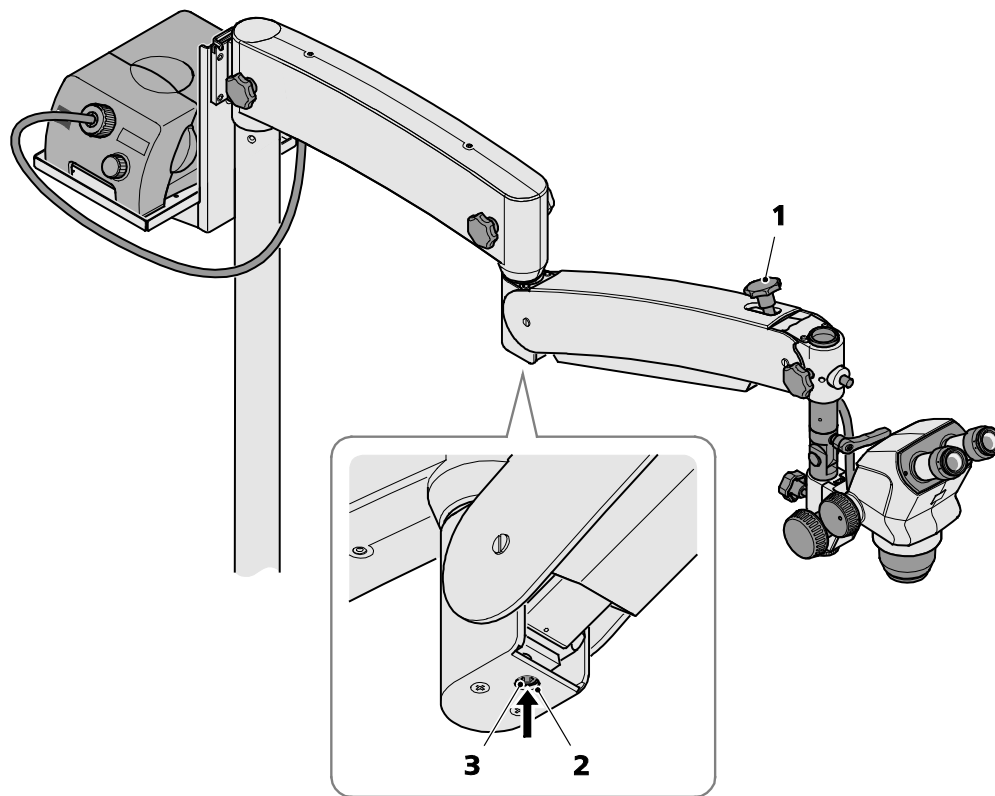

Bild 6 Gewichtsausgleich am Federgelenkarm einstellen
- Kaltlichtquelle auf die Lichtquellenkonsole stellen wie in Bild 6 dargestellt.
- Die Bremsschraube (Bild 6/1) des Federgelenkarmes lösen.
- Einen 8 mm Sechskantschlüssel in die Öffnung der Gelenkabdeckung (Bild 6/2) stecken.
- Mit dem Sechskantschlüssel die Einstellschraube für den Gewichtsausgleich (Bild 6/3) solange drehen, bis das Gleichgewicht erreicht ist.